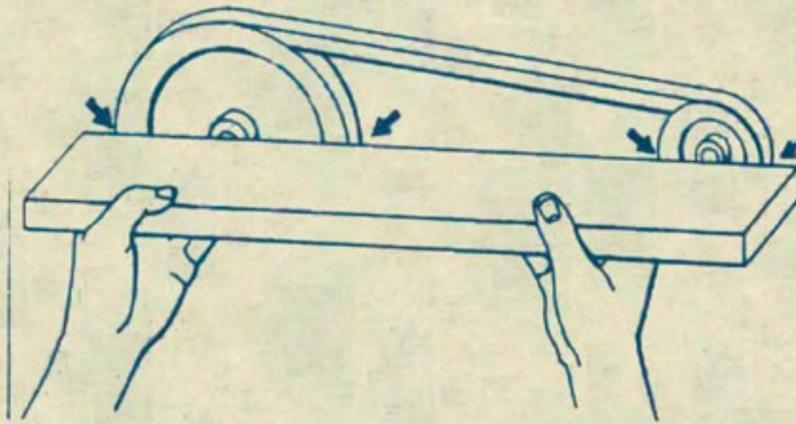

Figura 25
- a. Coloque una regla rígida entre los lados de las poleas. Figura 25.